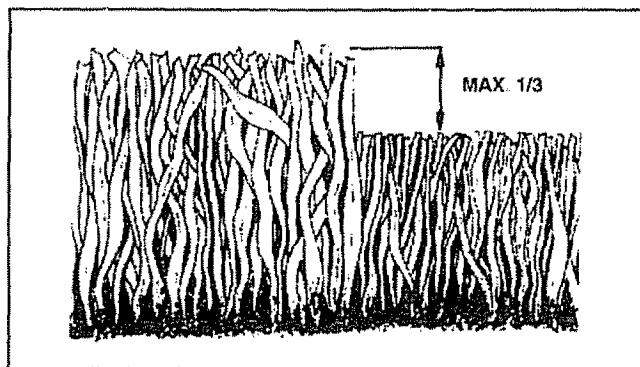

FIG. 13
- Para obtener los mejores resultados, ajuste la altura del corte de la segadora de modo que ésta corte solamente el tercio superior de las hojas de césped (Vea la Fig. 13). En el caso de que el césped haya crecido demasiado, puede ser necesario el elevar la altura del corte para reducir el esfuerzo necesario para empujar la segadora y para evitar sobrecargar el motor, dejando montones de recortes de césped. Para un acolchamiento muy pesado, reduzca el ancho del corte pasando por encima del lugar anteriormente cortado y siegue lentamente.